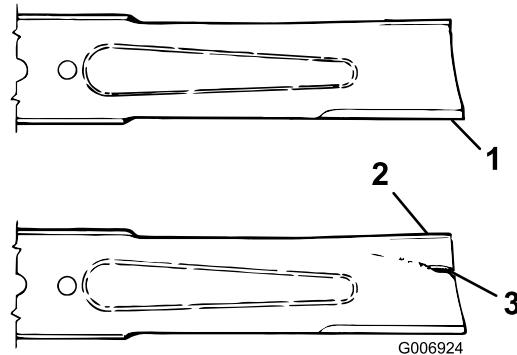

Figura 75
3. Examine cuidadosamente los extremos de corte de la cuchilla, sobre todo en el punto de reunión entre la parte plana y la parte curva de la cuchilla (Figura 75). Si se aprecia desgaste (Figura 75), cambie la cuchilla; consulte Cómo retirar la cuchilla (página 62).